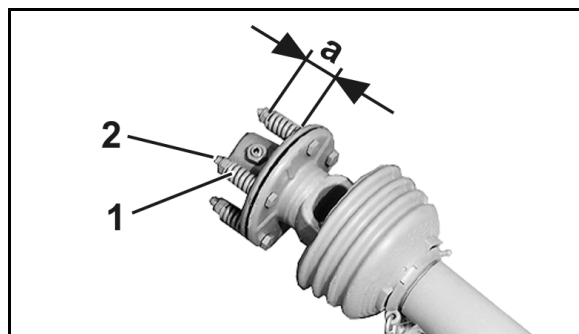

Fig. 75
2. Detensionați arcurile (Fig. 75/1) prin desfacerea piulițelor (Fig. 75/2).